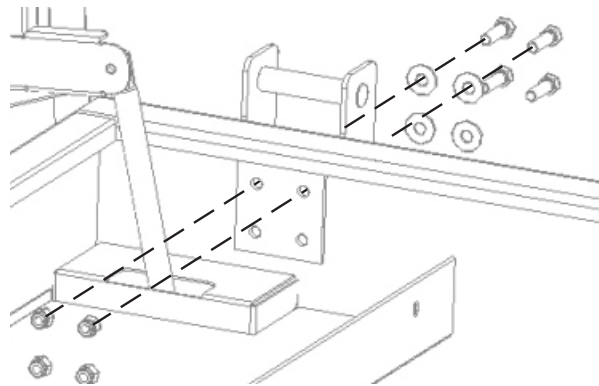

Figura 3 (visione Piano Box)
4. Montare le staffe con dispositivi di fissaggio come illustrato nella figura 3 e serrare a 47 Ft. Lbs (6,5 kg/m). Devono essere utilizzate tutte e quattro le staffe.